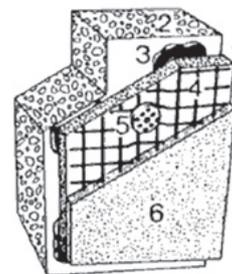

Figura 8.
- Aplicação de rebocos hidráulicos sobre o isolamento (Figura 8)**